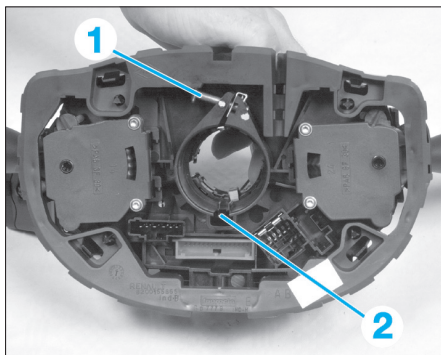

FIG. 8
- Desserrer la vis (1) (Fig.8).